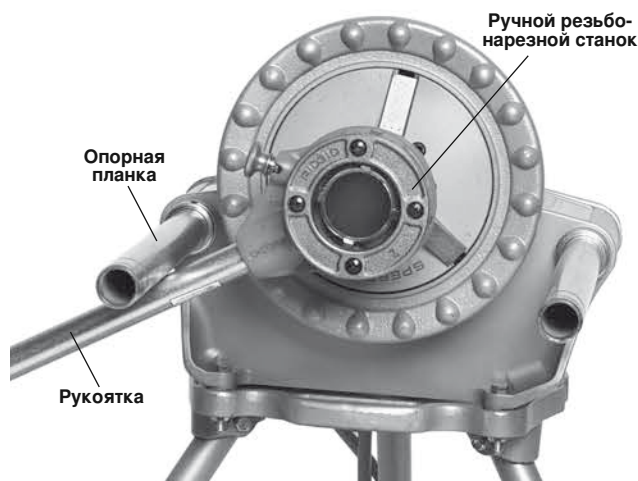

Рис. 20 — Снятие резьбонарезной головки с резьбовой трубы (рукоятка упирается в нижнюю часть стержня).
- в. Полностью выдвиньте опорный стержень со стороны переключателя и поднимите рукоятку резьбонарезного станка к нижней части стержня. Держите конец рукоятки резьбонарезного станка левой рукой. Во избежание травм от защемления не помещайте руку или пальцы между рукояткой резьбонарезного станка и опорным стержнем. Держите рукоятку резьбонарезного станка в контакте с опорным стержнем (м.. рис. 20).
1. Прижмите рукоятку резьбонарезного станка к нижнему опорному стержню со стороны переключателя. Во избежание травм от защемления не помещайте руку или пальцы между рукояткой резьбонарезного станка и опорным стержнем. См. рис. 20 для определения правильного рабочего положения.